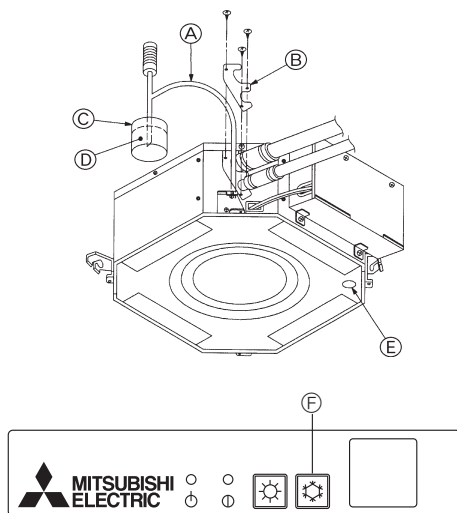

Fig. 9-5
9.4.1. Für Fernbedienung (Fig. 9-5)